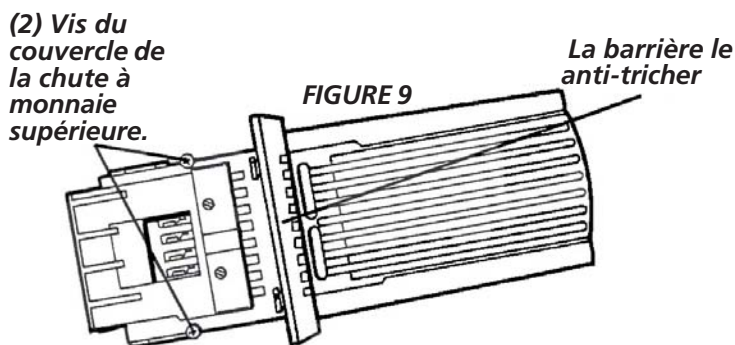

FIGURE 9
- Démontez les deux vis fixant le couvercle supérieur de la chute à monnaie. Retirez le couvercle (voir Figure 9).
Posez la glissière dans la chute à monnaie. La glissière ne peut être insérée que si la gâchette anti-vol dans la bride est poussée à gauche (voir Figure 9).